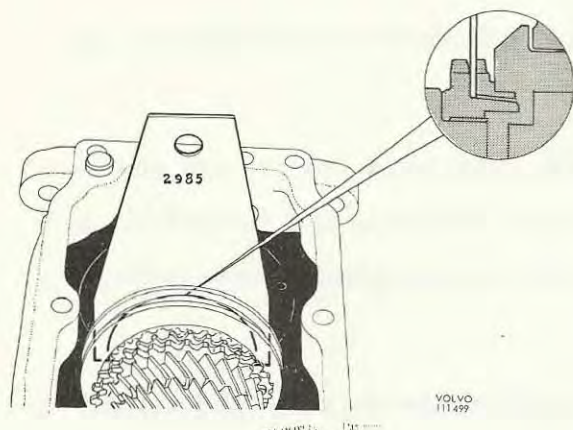

Bild 1. Mothåll för huvudaxel
4. Placera mothåll 999 2985 mellan ingående axeln och främre synkroniseringen enligt bild 1. Dra av lagret för huvudaxeln (999 2828).